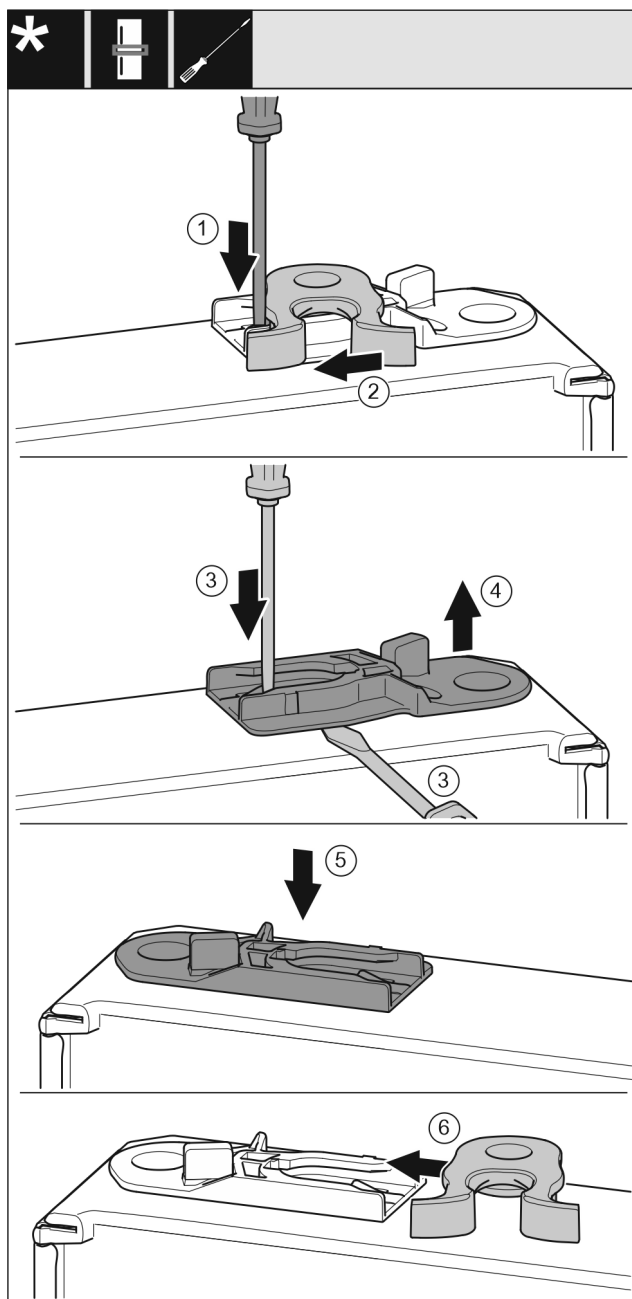

Fig. 52 \*
- Spingere verso il basso la linguetta Fig. 52 (1) con il cacciavite a intaglio.\*
- Estrarre il gancio di chiusura Fig. 52 (2) dalla guida.\*
- Estrarre la boccola di guida Fig. 52 (3, 4): Premere la linguetta con un cacciavite a intaglio e allo stesso tempo spostare in basso la boccola di guida con il cacciavite a intaglio.\*
- Inserire la boccola di guida Fig. 52 (5) inclusa nella fornitura sull'altro lato dell'alloggiamento.\*
- Spingere il gancio di chiusura Fig. 52 (6) nella guida.\*